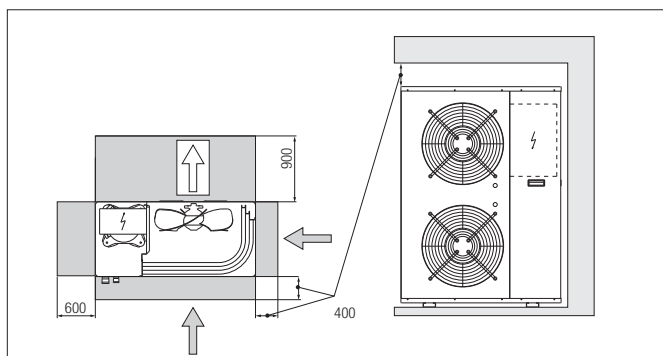

Fig. 7-3 Distancias a tener en cuenta para el montaje de la unidad
- Deberán respetarse las distancia mínimas (véase fig. 7-3)